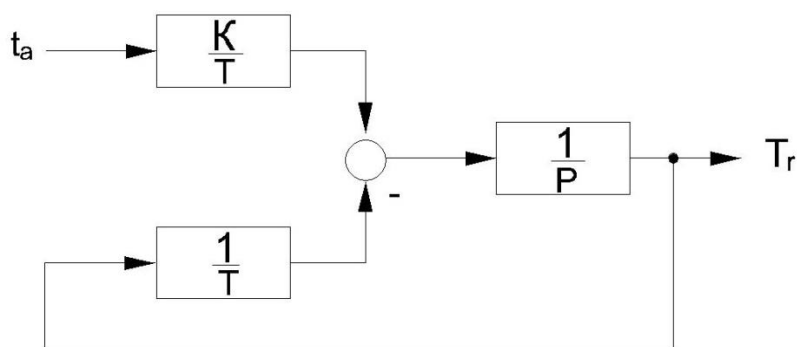

Рис. 3.4. Структурная модель инерционного звена 1-го порядка
9. Реализовать полностью нижний уровень модели – построить внутреннюю модель элементарного участка барабана Element1 на основе передаточной функции (3.1) и выражений (3.2), (3.3). Важно, что параметры передаточной функции (3.1) – коэффициент передачи  $K$  и постоянная времени  $T$  не являются постоянными величинами, а зависят от технологических показателей процесса сушки. В ходе экспериментирования на модели оператор меняет технологические показатели, что требует каждый раз автоматического пересчёта параметров  $K$  и  $T$ . Алгоритм автоматического пересчёта параметров  $K$  и  $T$  передаточной функции (3.1) по выражениям (3.2) и (3.3) реализуется с помощью математических блоков встроенной библиотеки Simulink во внутреннем рабочем поле блока Element1. Источниками величин для расчета  $K$  и являются входные порты блока Element1. Технологические параметры задаются вне блока Element 1, информация передаётся внутрь блока через входные порты так как это показано на рис. 3.3. После создания математической модели расчёта параметров  $K$  и  $T$  необходимо. В рабочем поле блока Elemental сформировать модель инерционного звена первого порядка передаточной функцией (3.1) на базе структурной схемы, изображенной на рис. 3.4.